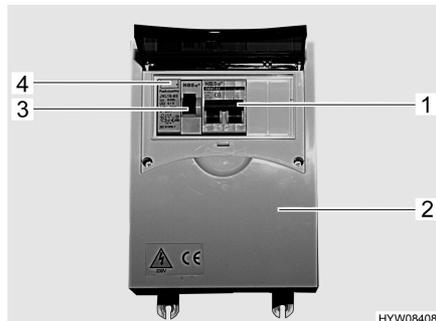

Fig. 52 Scatola dei fusibili a 230 V con interruttore di sicurezza e interruttore automatico FI
Un interruttore di sicurezza per correnti di guasto (interruttore automatico FI) (Fig. 52,3) nella scatola dei fusibili (Fig. 52,2) protegge l'intero veicolo da correnti di guasto (0,03 A).
L'interruttore di sicurezza collegato in serie (10 A) (Fig. 52,1) protegge le prese da 230 V, il frigorifero e la centralina elettrica.
- Se il veicolo è collegato all'alimentazione a 230 V, premere il tasto di controllo (Fig. 52,4). L'interruttore di sicurezza per correnti di guasto (FI) deve scattare.